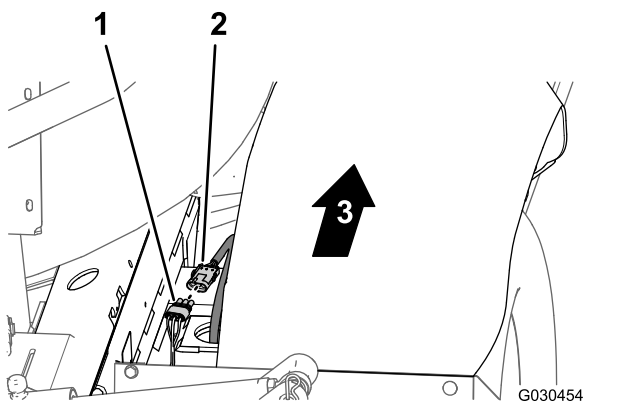

Figure 117
2. À l'arrière de la machine (entre le tube de cadre droit et l'aile droite), branchez le connecteur à 3 broches du faisceau du capteur de vitesse, sur le moteur de traction hydraulique droit, au connecteur à 3 douilles du faisceau arrière (Figure 117).